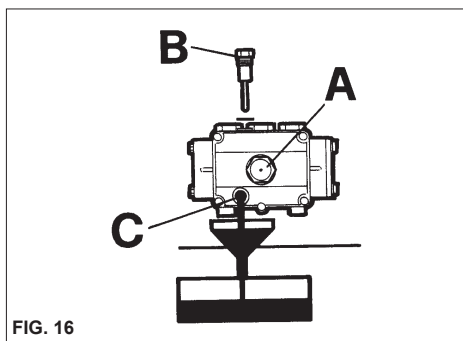

FIG. 16
2) Svitare il tappo con l'asta di controllo livello (fig. 16).